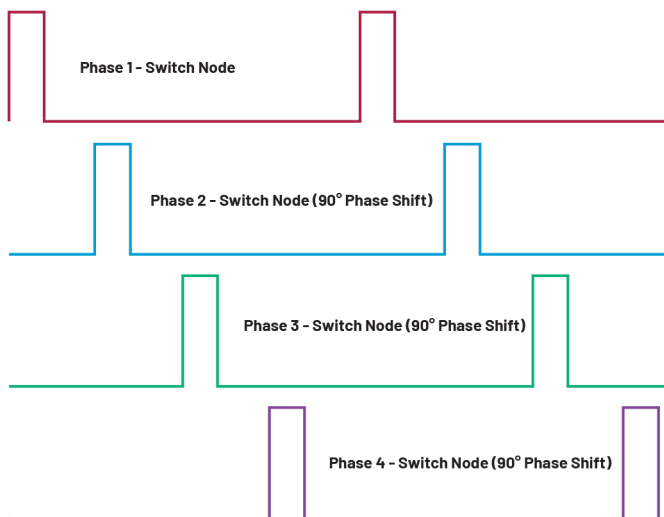

图10. 每个开关节点的每个通道之间的相移示意图。
- ▶ 要以均衡的方式交错连接四相LT8627SP，每个IC的CLKOUT需配置为90°相移，并馈入下一个IC的SYNC引脚。采用该配置时，每个IC的开关节点波形如图10所示。交错是多相降压稳压器带来的最大优势之一。均衡交错的相位能够使输出电压纹波频率倍增，因此可显著降低输出电容。交错纹波频率更高时，也有助于控制环路有效抑制更高带宽下的纹波噪声。LT8627SP可以采用高达4 MHz开关频率，支持三种不同的相移时钟配置：180°、120°和90°。这表示无需额外使用任何器件，也能实现最多12种交错。